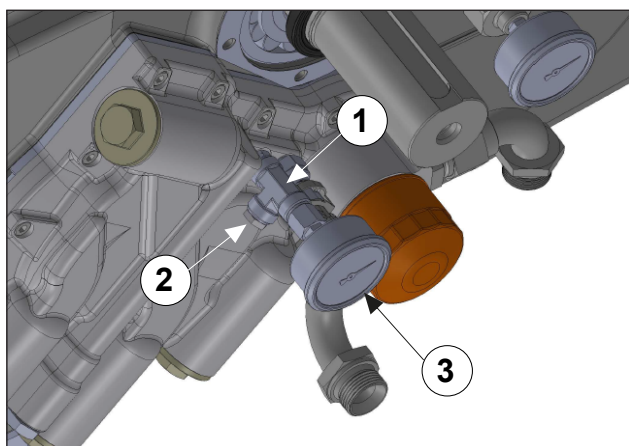

Fig. 134
Utiliser LOX-EAL de scellement des raccords 53-14 ou un produit similaire pour humidifier le raccord en T (rep. ①), le bouchon (rep. ②) et le manomètre (rep. ③) Fig. 134, puis procéder au montage.